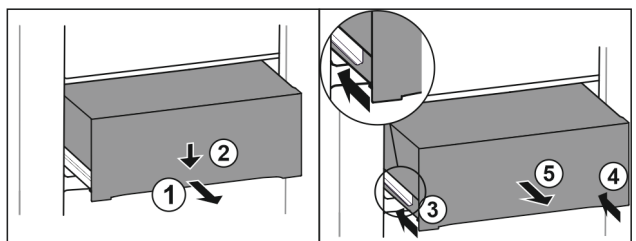

Fig. 156
- ▶ Húzza ki félig a fiókot. Fig. 156 (1)
- ▶ Nyomja le a fiók elülső oldalát. Fig. 156 (2)
- ▶ Tolja be a bal oldali sínt körülbelül 2 cm mértékben. Fig. 156 (3)
- ▶ Tolja be a jobb oldali sínt körülbelül 2 cm mértékben. Fig. 156 (4)
- ▶ Vegye ki a fiókot előre felé. Fig. 156 (5)